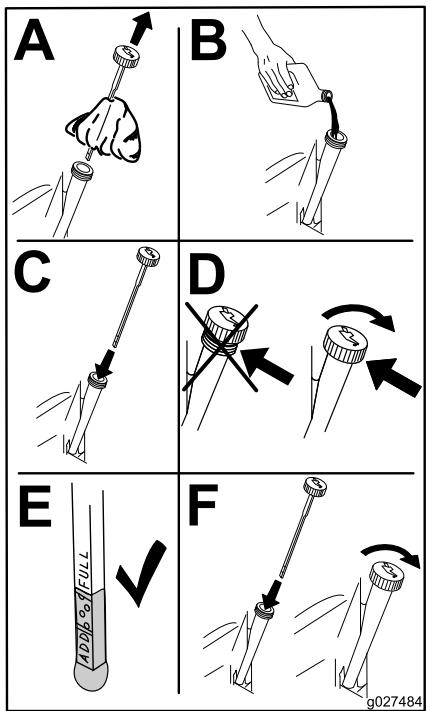

Figura 34
4. Vierta lentamente un 80% aproximadamente del aceite especificado por el tubo de llenado, luego añada lentamente el resto del aceite hasta que llegue a la marca de **Lleno** (Figura 34).